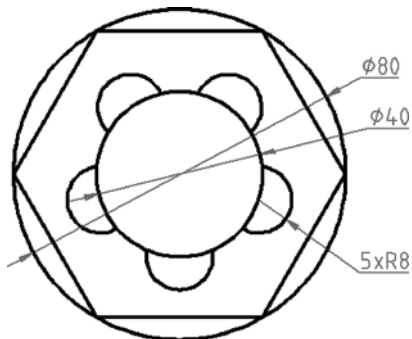

图 3-68 图形绘制练习
13) 上机练习: 根据如图 3-68 所示的尺寸绘制图形。